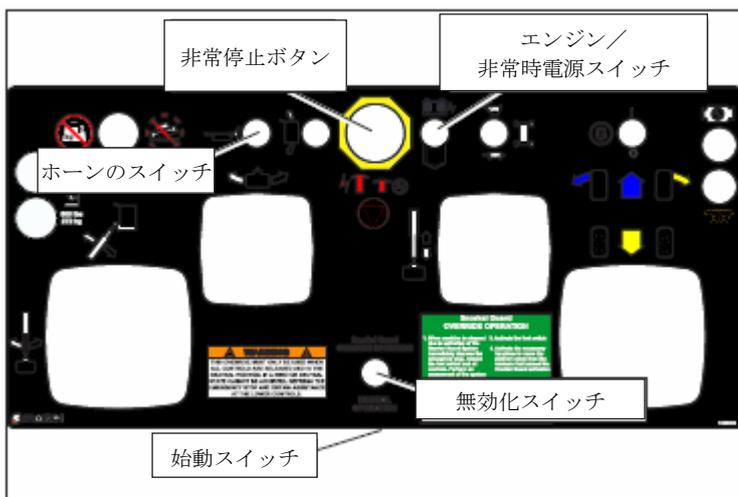

図 7.13 - 上部操作盤
3. 上部操作盤で、非常停止ボタンを引き出します（図 7.13 を参照）。
3. 上部操作盤で（図 7.13 を参照）、非常停止ボタンを引き出し、始動スイッチをオンにします。
ホーンスイッチ（図 7.13 を参照）を上向きに保持し、警告音で近くの人員に警告できることを確認します。
3. 下部操作盤で、非常停止ボタンを引き出します（図 7.13 を参照）。